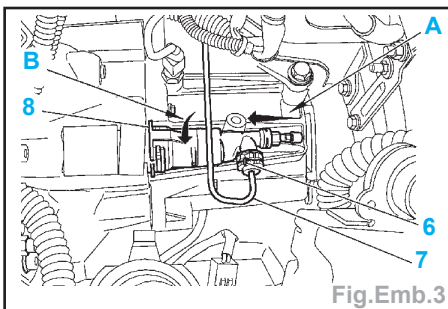

Fig.Emb.3
- Ecarter, sans la déposer, l'agrafe (6) (Fig. Emb.3).